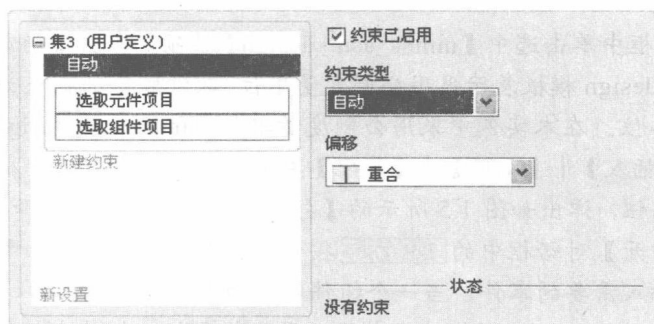
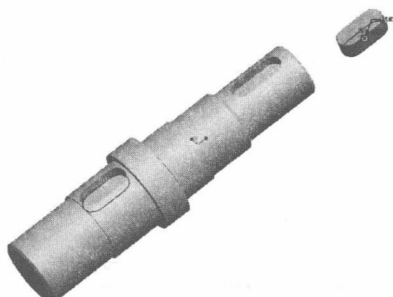

图 1.7 【放置】上滑面板
图 1.9 点选约束参照后的提示
STEP 06 单击 **放置** 按钮，弹出如图 1.7 所示的【放置】上滑面板，【放置】上滑面板的状态项中显示所有约束。单击【放置】上滑面板中的【约束类型】下拉列表框，在下拉列表中单击选择【缺省】，将该零件设置为装配基础。此时，【放置】上滑面板中的状态项中显示完全约束，说明该零件已经处于完全约束状态。再次单击【放置】按钮，关闭【放置】上滑面板。单击 ☒ 按钮，确认将零件插入。
STEP 08 单击 **放置** 按钮，弹出如图 1.7 所示的【放置】上滑面板。单击【放置】上滑面板中的【约束类型】下拉列表框，在下拉列表中单击选择【匹配】。依次单击选中键的底面和键槽地面，此时两底面出现标注提示，如图 1.9 所示。此时【放置】上滑面板如图 1.10 所示。
STEP 02 单击 按钮，弹出如图 1.7 所示的【放置】上滑面板。单击【放置】上滑面板中的【约束类型】下拉列表框，在下拉列表中单击选择【对齐】。依次单击选中阶梯轴的基准轴和齿轮中心轴孔的中心轴线，此时两轴线出现标注提示，如图 1.16 所示。